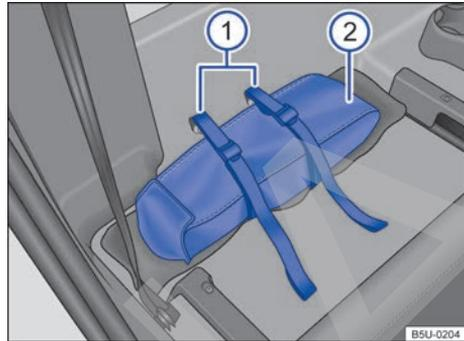

Fig. 162 Atrás del respaldo del asiento del pasajero: ② bolsa de herramientas de a bordo y ① cintas de fijación de la bolsa de las herramientas de a bordo.
- Posicionar la bolsa de herramientas de a bordo atrás del asiento del pasajero, sobre el triángulo de seguridad y a través de las cintas de fijación, según → fig. 162.